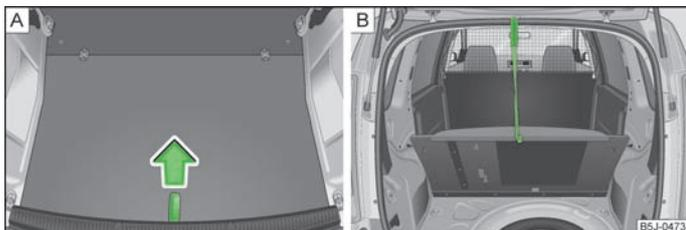

Fig. 156 Cappio per il sollevamento del piano di carico / fissaggio del piano di carico con un gancio di plastica
- › Sollevare il piano di carico sul cappio » fig. 156 - [A] e con il gancio in plastica (che si trova sotto il bordo del piano di carico) fissarlo all'angolo superiore del vano bagagliaio » fig. 156 - [B].